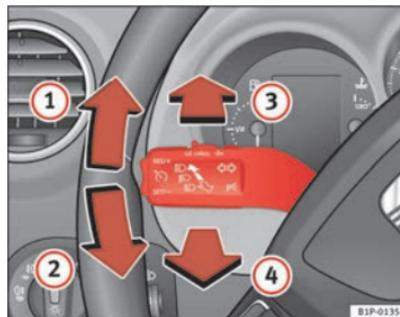

Fig. 77 Palanca de intermitentes y de luz de carretera
- Desplace la palanca hacia arriba hasta el tope ⇒ fig. 77 ① para encender el intermitente **derecho** o bien hacia abajo ②, para encender el intermitente **izquierdo**.
- Desplace la palanca hacia adelante \Rightarrow página 126, fig. 77  para encender la luz de carretera.